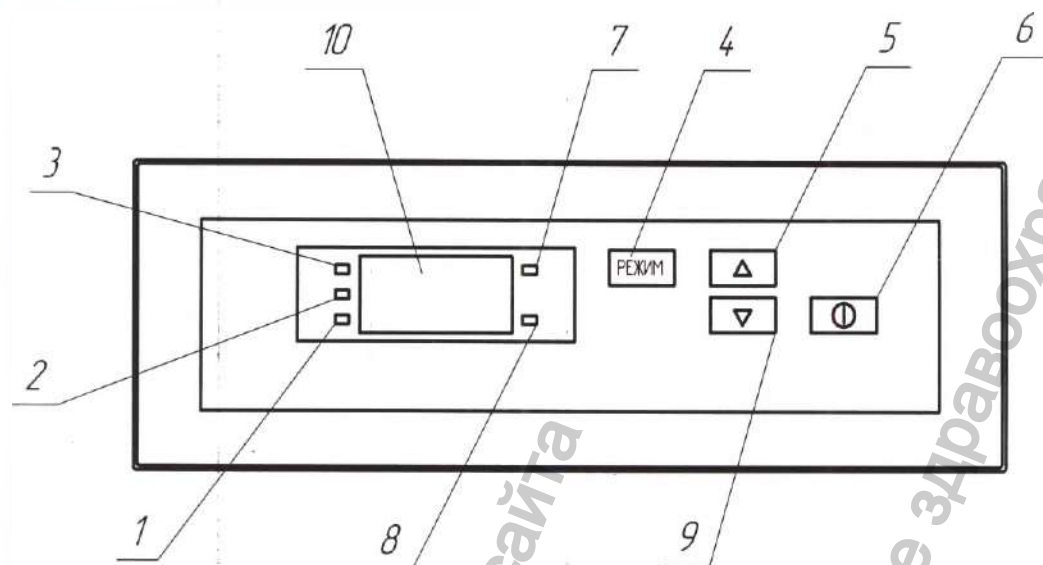
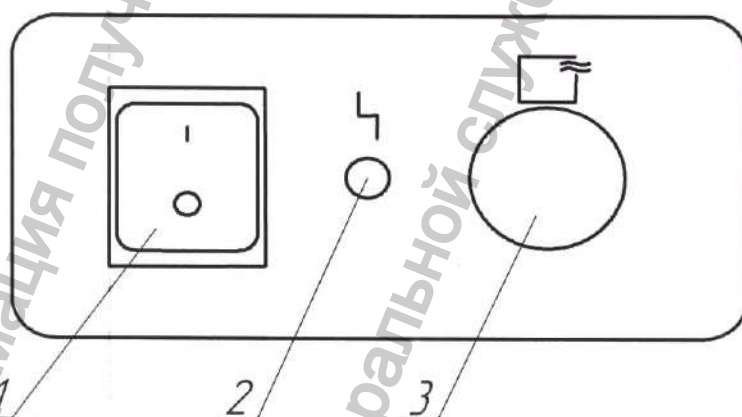

Рисунок 2 – Расположение органов управления стерилизатором на блоке управления:
Рисунок 3 – Расположение органов управления стерилизатором на силовой панели:
На задней стенке камеры находятся две заслонки, служащие для забора холодного воздуха и выхода горячего воздуха, управляемые ручкой, расположенной на силовой панели (см. рисунок 3) посредством тяг. Удержание двери стерилизатора в закрытом состоянии обеспечивает защелка. Для предотвращения попадания грязного воздуха в стерилизационную камеру на задней стенке стерилизатора установлен воздушный бактерицидный фильтр.
Управление процессом стерилизации осуществляется с панели блока управления (см. рисунок 2). Датчик температуры размещен внутри стерилизационной камеры. Термодатчик реле температуры, предназначенный для защиты медицинских изделий от перегрева при неисправностях в электрической схеме, размещен в воздушном канале.
Установить выключатель (поз.1, рис. 3) в положение " I ". На блоке управления загорится индикатор (поз. 7, рис. 2), показывающий текущую температуру в стерилизационной камере.
Для запуска выбранной программы кратковременно (не более 2 сек) нажать на поле " I " (поз. 6, рис. 2). Стерилизатор перейдет в фазу «ПОДГОТОВКА». Информационное табло индицирует изменение температуры в камере. Происходит нагрев до установленного значения температуры.
При достижении заданной температуры стерилизатор переходит в фазу «СТЕРИЛИЗАЦИЯ». Включается светодиодный индикатор "СТЕРИЛИЗАЦИЯ" (поз. 3, рис. 2), информационное табло попеременно индицирует время выдержки и текущую температуру в камере. Происходит выдержка при заданной температуре, по истечении которой стерилизатор переходит в фазу «ОХЛАЖДЕНИЕ».
В фазе «ОХЛАЖДЕНИЕ» индикатор продолжает показывать изменение температуры в камере и горит индикатор "ОХЛАЖДЕНИЕ" (поз. 2, рис. 2). Температура в камере падает. При понижении температуры до 75 °С гаснет индикатор "ОХЛАЖДЕНИЕ", загорается индикатор "ВЫГРУЗКА" (поз. 1, рис. 2) и звучит прерывистый звуковой сигнал, который выключается через 1 минуту.
2.3.3 Установить выключатель (поз. 1, рис. 3) в положение " I ". На блоке управления загорится индикатор (поз. 7, рис. 2), показывающий текущую температуру в стерилизационной камере.
В алгоритм управляющей программы стерилизатора заложена возможность автоматического запуска прерванной (в результате кратковременного пропадания питающего напряжения) программы. Если после включения произошел автоматический запуск программы, то для ее остановки необходимо нажать на поле " ① " (поз. 6, рис. 2) и удерживать в течение 3 секунд.
2.3.5 Для запуска выбранной программы кратковременно (не более 2 сек) нажать на поле " ① " (поз. 6, рис. 2). При этом включится вентилятор принудительной циркуляции воздуха внутри стерилизационной камеры и стерилизатор перейдет в фазу «ПОДГОТОВКА». Информационное табло индицирует изменение температуры в камере. Происходит нагрев до установленного значения температуры.
При необходимости запущенную программу можно остановить, нажав на поле " ① " (поз. 6, рис. 2) и удерживать в течение 3 секунд. Эту остановку можно выполнить в любой фазе стерилизации.
2.3.6 При достижении заданной температуры стерилизатор переходит в фазу «СТЕРИЛИЗАЦИЯ». Включается светодиодный индикатор "СТЕРИЛИЗАЦИЯ" (поз. 3, рис. 2), информационное табло попеременно индицирует время выдержки и текущую температуру в камере. Происходит выдержка при заданной температуре, по истечении которой стерилизатор переходит в фазу «ОХЛАЖДЕНИЕ».
2.3.7 В фазе «ОХЛАЖДЕНИЕ» индикатор продолжает показывать изменение температуры в камере и горит индикатор "ОХЛАЖДЕНИЕ" (поз. 2, рис. 2). Температура в камере падает..
2.3.8 При понижении температуры до 75 °C гаснет индикатор "ОХЛАЖДЕНИЕ", загорается индикатор "ВЫГРУЗКА" (поз.1, рис. 2) и звучит прерывистый звуковой сигнал, который выключается через 1 минуту.
2.3.10 По окончании работы стерилизатора установить выключатель в положение "0" (поз. 1, рис. 3).
2.3.11 При работе стерилизатора в режиме сушки (85 °C) необходимо, вытщив ручку (поз. 3, рис. 3), открыть заслонку охлаждения. Заслонка должна быть открыта на протяжении всего цикла.